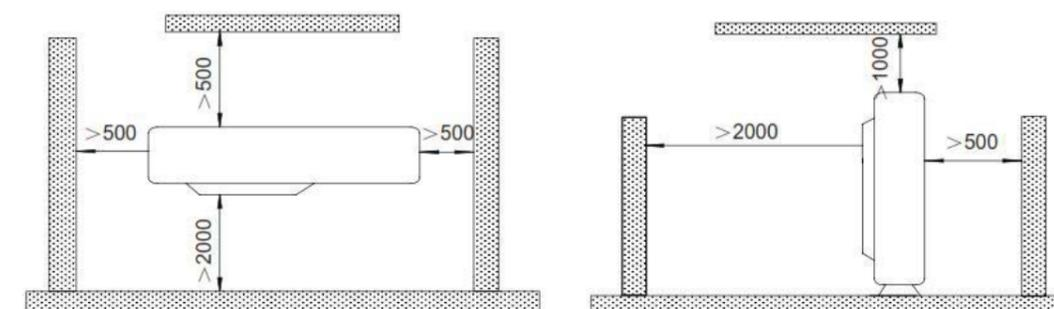

Figura 3
- Proporcione el espacio indicado en la Figura 3, de manera que no se obstruya el flujo de aire. Además, para un funcionamiento eficiente, deje abiertas tres de las cuatro direcciones de las construcciones periféricas.